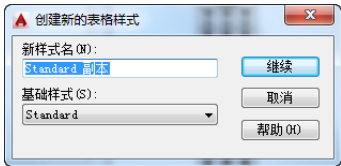
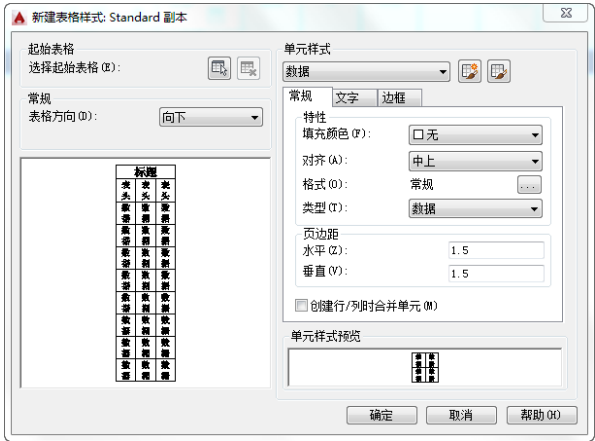

图 6-20 “创建新的表格样式”对话框
图 6-21 “新建表格样式”对话框
(1) 新建: 单击该按钮, 系统打开“创建新的表格样式”对话框, 如图6-20所示。输入新的表格样式名后, 单击“继续”按钮, 系统打开“新建表格样式”对话框, 如图6-21所示。从中可以定义新的表格样式。
“新建表格样式”对话框中有3个选项卡: “常规”“文字”和“边框”, 如图6-21所示。分别控制表格中数据、表头和标题的有关参数。